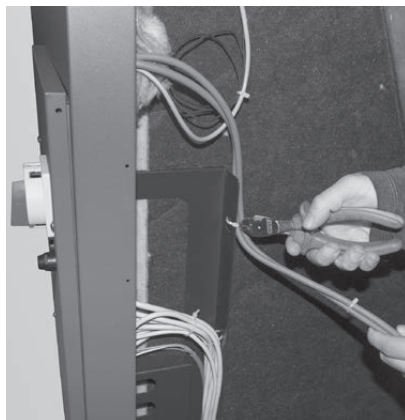

Fig. 62 Staccare il cavo del ventilatore
- ▶ Applicare l'isolamento della parete posteriore in alto, con la superficie liscia rivolta verso la caldaia, e l'isolamento della parete posteriore in basso nella caldaia (Fig.63), dapprima staccare il cavo del ventilatore dalla caldaia – Fig. 62.